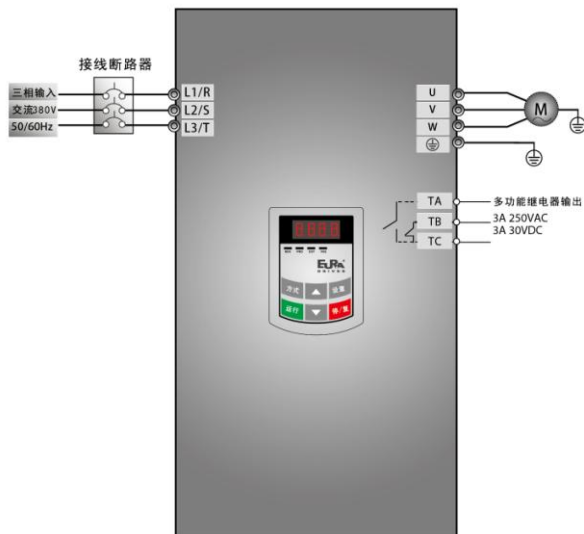

图 5-6 接线图 1
(1) 按图 5-6 配线，检查接线正确后，合上空气开关，变频器上电；
(2) 按方式键，进入编程菜单。
(3) 设置变频器的功能参数
- (1) 按图 5-6 配线，检查接线正确后，合上空气开关，变频器上电；
- (2) 按方式键，进入编程菜单；
- (3) 设置变频器的功能参数；